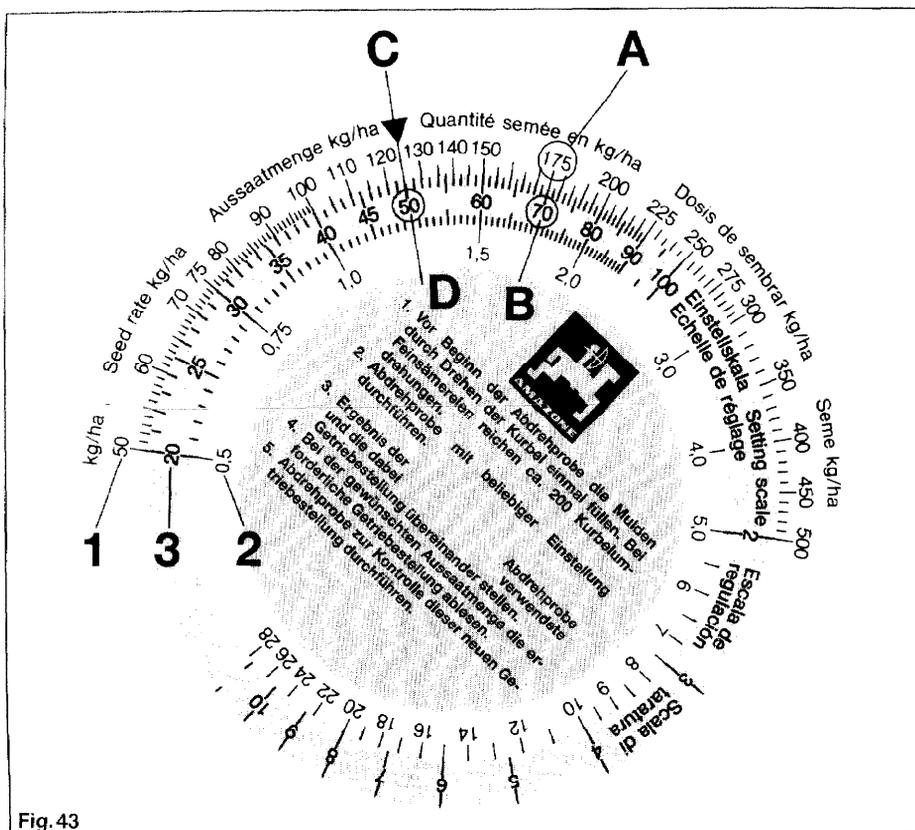

Fig.43
Le premier contrôle de débit ne permet pas en général d'obtenir la quantité de graines souhaitée. Cependant, les valeurs fournies par le premier contrôle permettent d'obtenir facilement la valeur correcte du réglage au boîtier sélecteur en utilisant la disquette de réglage jointe au présent document (fig. 43).
La disquette comporte 3 échelles graduées. Une échelle en bordure du disque sur fond blanc (fig. 43/1) pour les quantités supérieures à 30 kg/ha et une échelle intérieure sur fond blanc (fig. 43/2) pour les quantités inférieures à 30 kg/ha. L'échelle intermédiaire à fond coloré (fig. 43/3) indique les valeurs de réglage du sélecteur, échelonnées de 1 jusqu'à 100.
- Mettre en concordance la quantité/ha recueillie, 175 kg/ha (fig. 43/A) avec la valeur de réglage "70" (fig. 43/B).
- Lire alors sur la disquette la valeur de réglage du sélecteur correspondant à la quantité de graines voulue de 125 kg/ha (fig. 43/C). Dans notre exemple, la valeur de réglage est "50" (fig. 43/D).